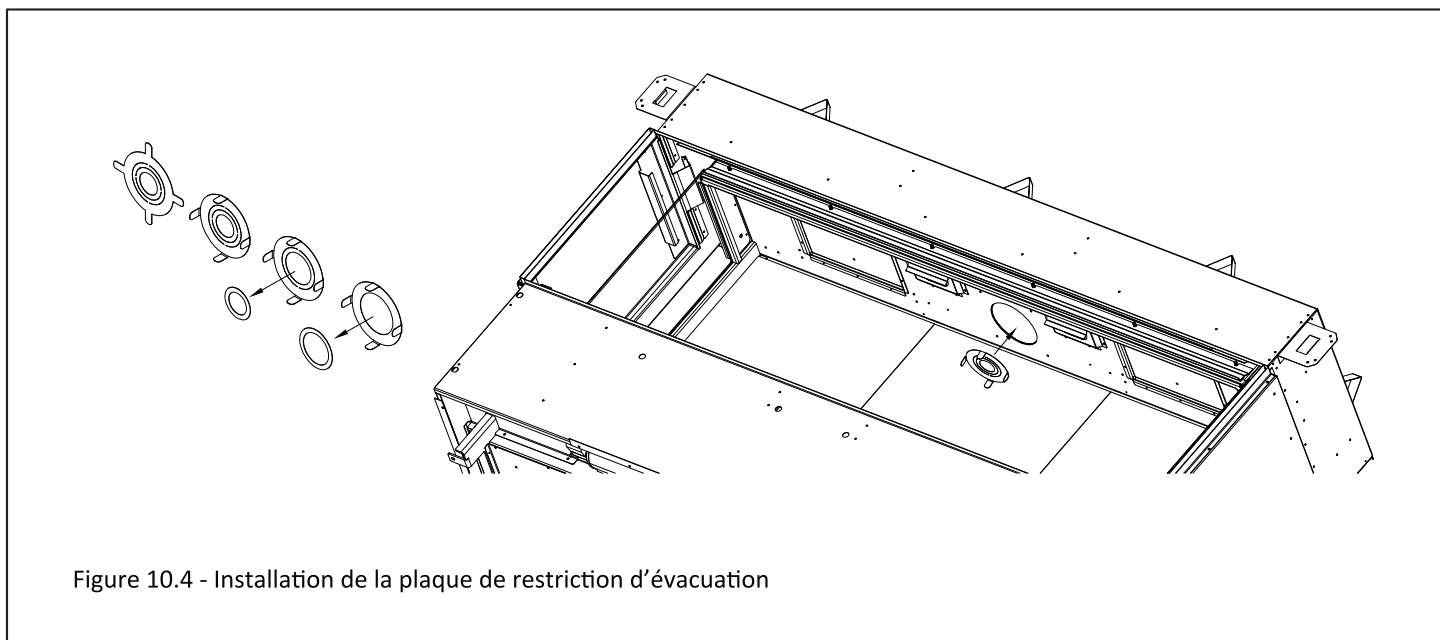

Figure 10.4 - Installation de la plaque de restriction d'évacuation
Les terminaisons verticales peuvent créer des flammes actives et compactes. Si ce n'est pas l'apparence souhaitée, la plaque de restriction peut devoir être installée ou modifiée après l'installation du conduit d'évacuation. L'accès à la sortie d'évacuation peut se faire par le plafond du foyer. Voir la Figure 10.4.
3. Insérez la plaque de restriction dans le conduit d'évacuation de 5 po (127 mm), en dirigeant les pattes vers le bas, tel que montré à la Figure 10.4.
4. Insérez la plaque de restriction dans le conduit d'évacuation de 5 po (127 mm), en dirigeant les pattes vers le bas, tel que montré à la Figure 10.4.